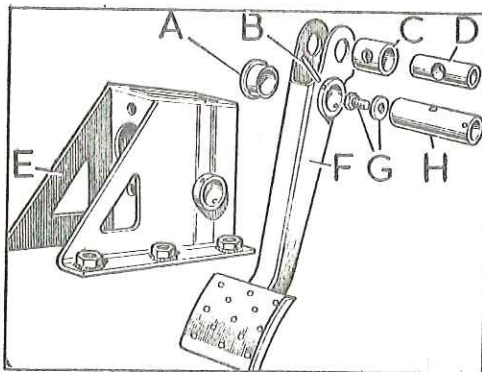

Fig. H-21 Conjunto del pedal del freno
- 1.7. Soltar la tuerca y arandela plana, que fija la varilla de empuje del cilindro principal a la articulación, D (Fig. H-21) y empujar la varilla dentro del cilindro para dejar libre el pasador de la articulación.
- 2.1. Si se hubiese desmontado, volverá a instalarse la pieza separadora, articulación y casquillos en el pedal. El eje de articulación, D (Fig. H-21) y la pieza adaptadora, C, se lubricarán con grasa. Los casquillos nuevos deben esca-riarse a la dimensión de $15,875 \text{ mm} + 0,025$.